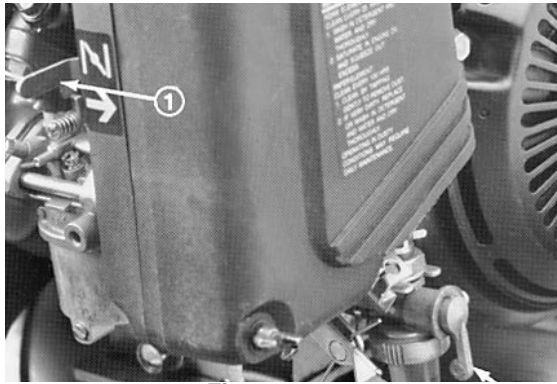

Figure 23
2. Enlever les écrous papillons qui fixent le couvercle du filtre à air et le déposer. Nettoyer le couvercle soigneusement (Fig. 23).